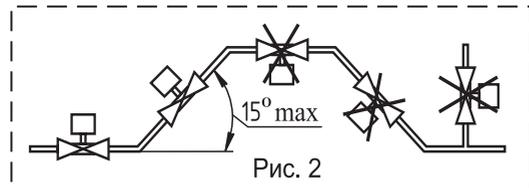

Рис. 2
4.2.6 Произведите монтаж клапана на трубопроводе (рис. 2). Отклонение катушки от вертикального положения допускается не более 15°.